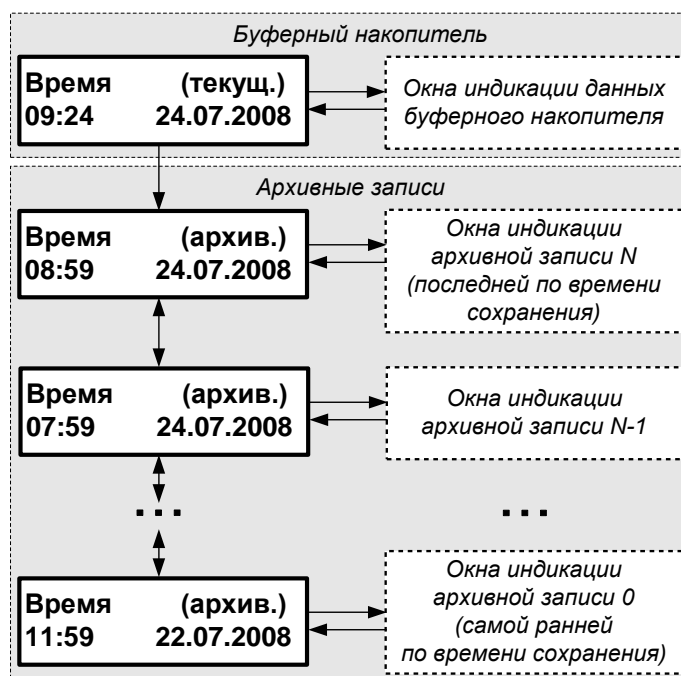

Рис.2. Структурная схема часового архива.
4.4.1. Часовой, суточный и месячный архивы тепловычислителя имеют одинаковую структуру и содержат кроме сохраненных архивных записей также буферный накопитель данного архива (рис.2).
4.4.4. Переход к окнам индикации архивных записей выполняется из окна **Время (текущ.)** накопителя по нажатию кнопки . При этом высвечивается окно **Время (архив.)** (рис.2) последней (по времени сохранения) архивной записи с указанием времени в формате «часы : минуты» и даты окончания интервала архивирования. Переворот архивных записей выполняется кнопками , . При этом в окне **Время (архив.)** меняется время и дата окончания интервала архивирования.